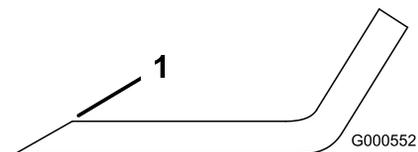

Рисунок 117
- Заточите напильником режущую кромку на обоих концах ножа (Рисунок 117).
Примечание: Если нож не сбалансирован, удалите некоторое количество металла только с конца области загиба (Рисунок 117).